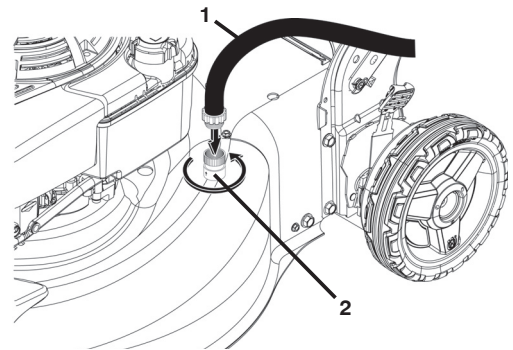

Figure 25
4. Reliez un tuyau de jardin à l'ajustage où montré (Figure 25).